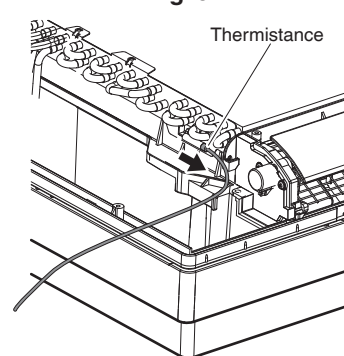

Fig. 7
- 6) Retirez la thermistance. (Voir Fig. 7)